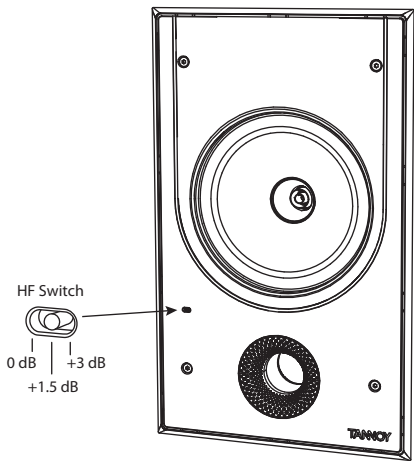

Abb. 4. HF-Schalter
2. Der HF-Schalter hat drei Stellungen, wobei 0 dB Lat ist. Passen Sie dies bei Bedarf an die Raumposition und die akustischen Bedingungen an (Abb. 4).